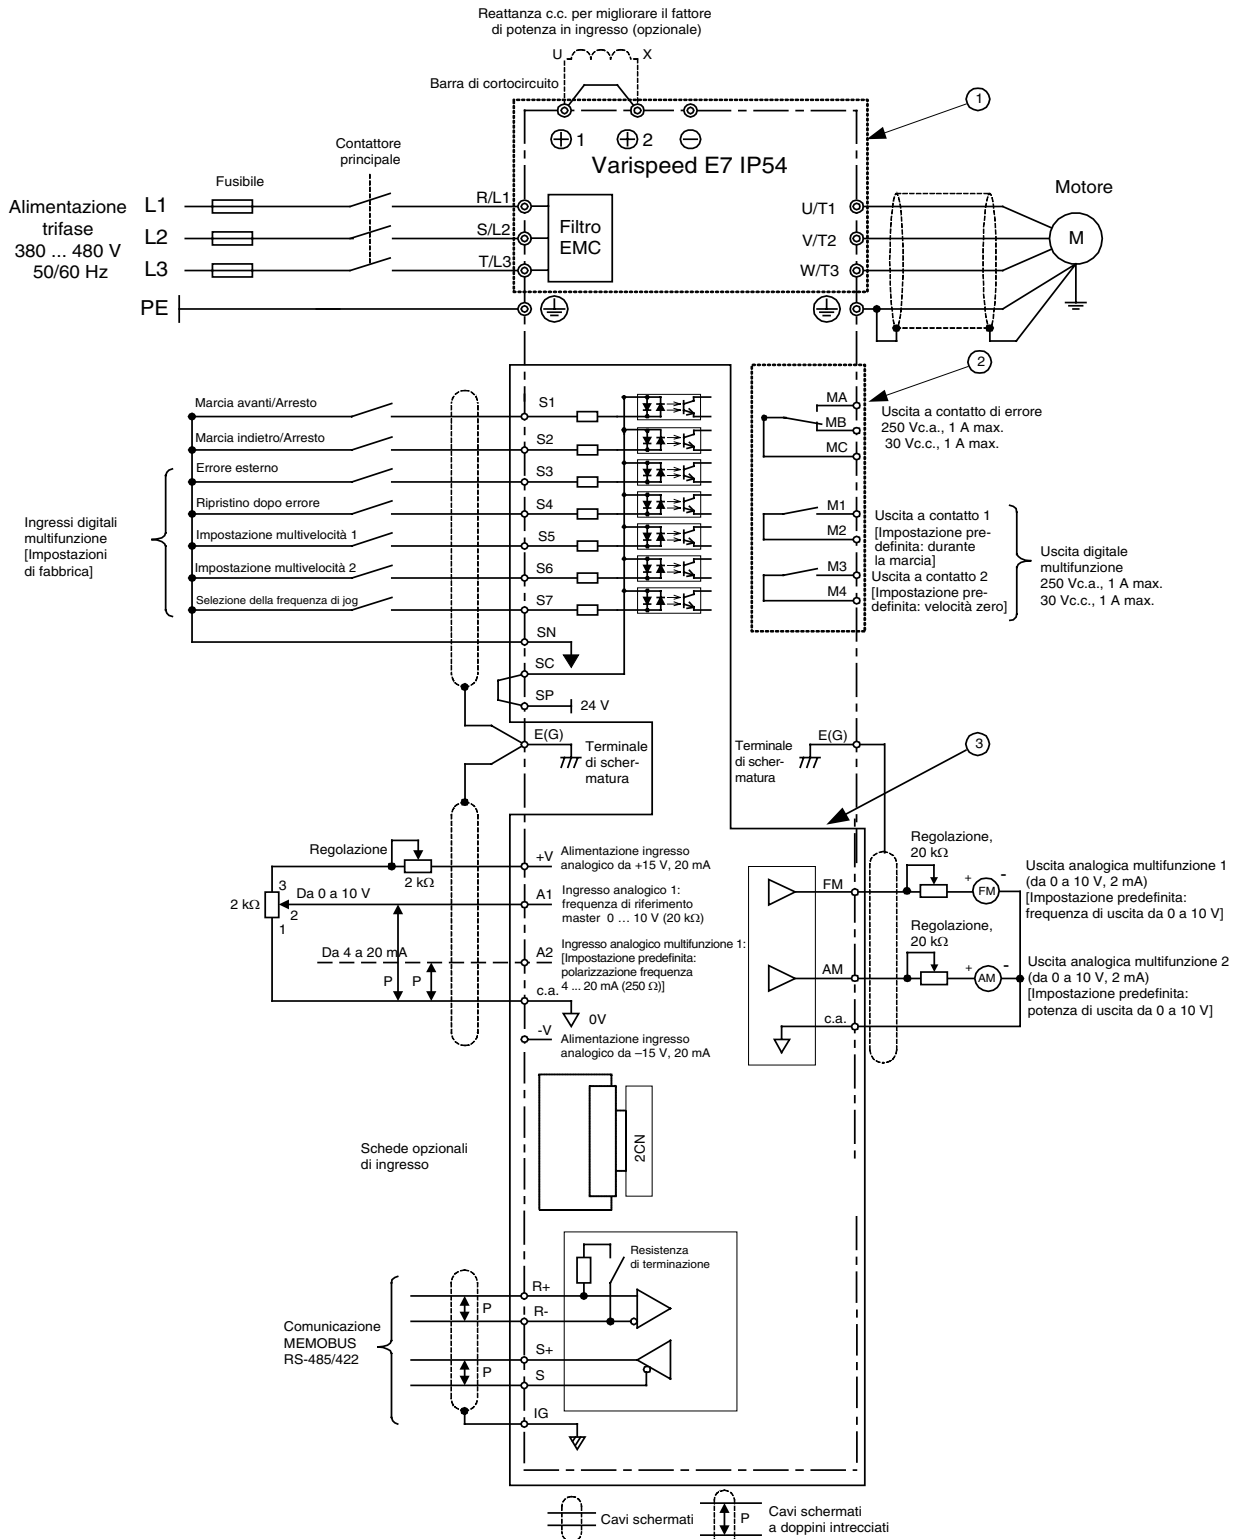

Fig. 2 Schema di cablaggio
1. Nella Fig. 2 viene illustrato il cablaggio degli ingressi digitali da S1 a S7 per il collegamento di contatti o transistor NPN (comune 0 V e modalità NPN). Si tratta dell'impostazione predefinita. Per il collegamento PNP o per usare un'alimentazione esterna di 24 V vedere Tabella 3.